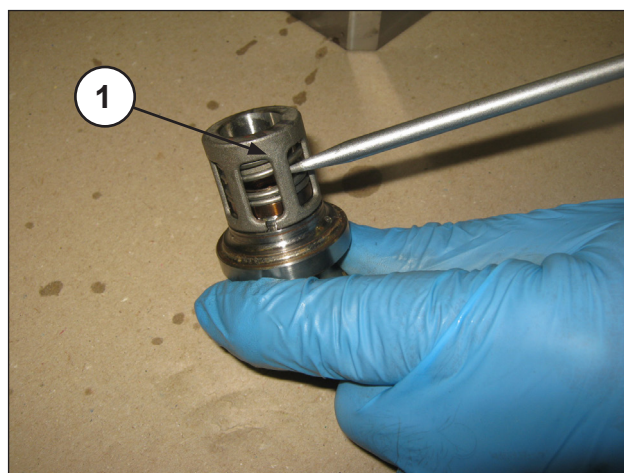
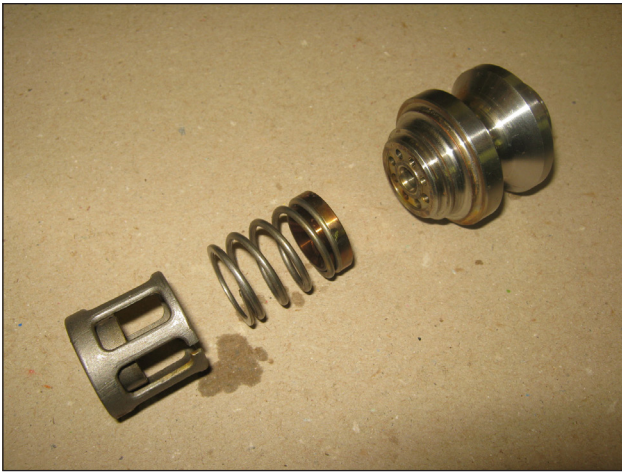

Fig. 25
Fig. 26
- Extraia sedes da válvula ①, conforme indicado na Fig. 25, verifique o estado de desgaste dos vários componentes e, se necessário, execute eventuais substituições, veja a Fig. 26.